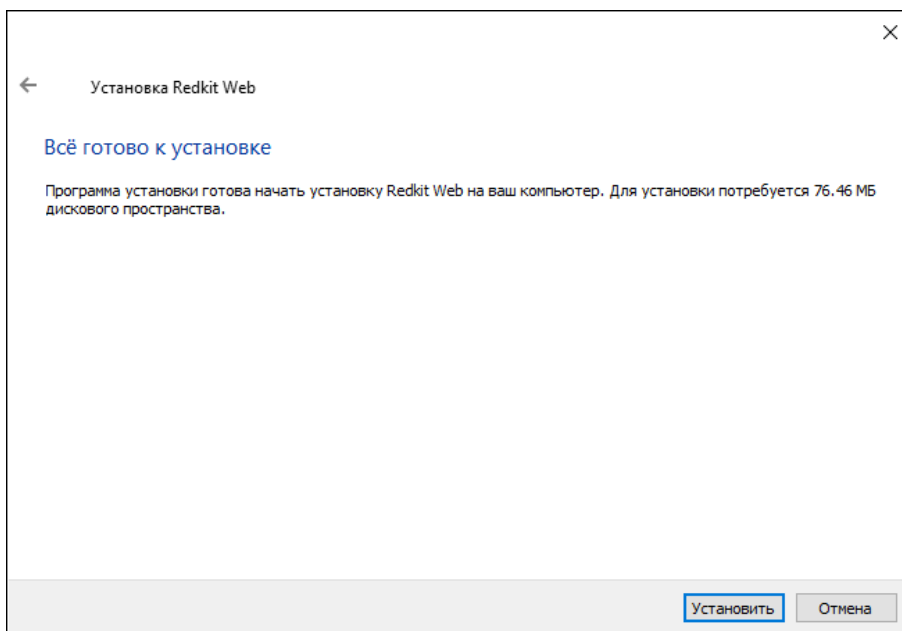

Рисунок 504 - Установка Redkit Web
6. Нажмите **Установить** (Рисунок 504).